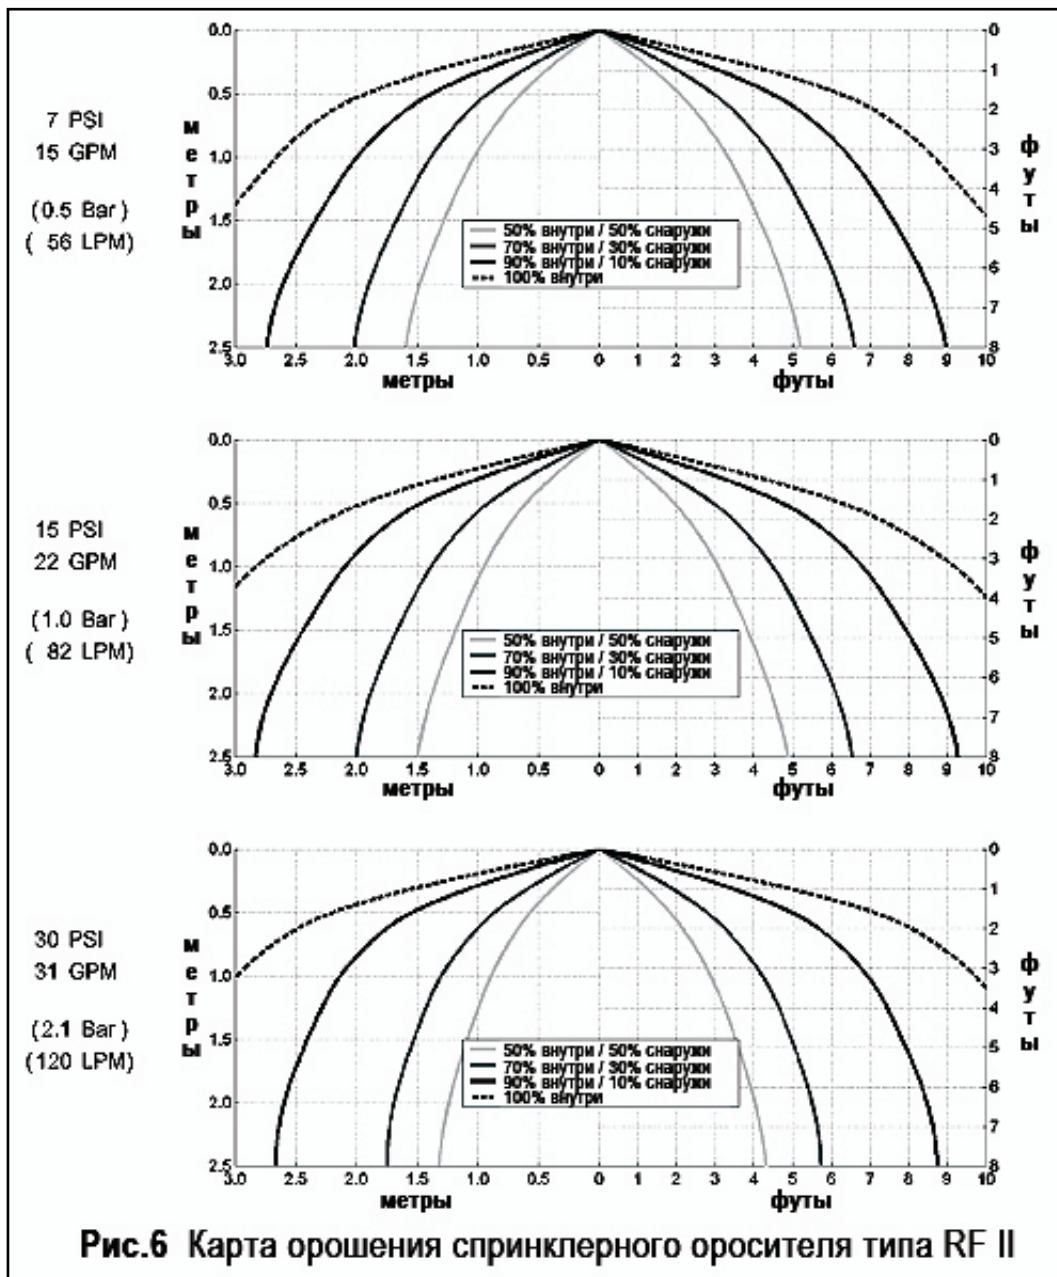

Рис.6 Карта орошения спринклерного оросителя типа RF II
Карта орошения приведена на рис. 6.
- Скрытые спринклерные оросители модели RFII имеют стандартную зону орошения. Карта орошения приведена на рис. 6.